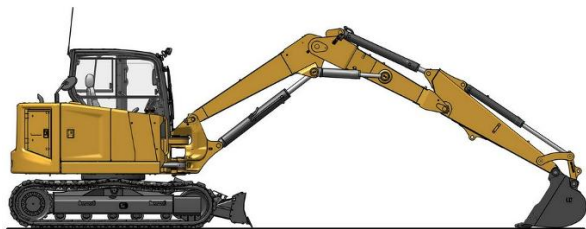

Рисунок 1
2. Полностью втяните шток гидроцилиндра рукояти. Отрегулируйте положение ковша таким образом, чтобы днище ковша находилось параллельно земле. Опускайте стрелу до тех пор, пока навесное оборудование не окажется на земле. См. рис. 1 .